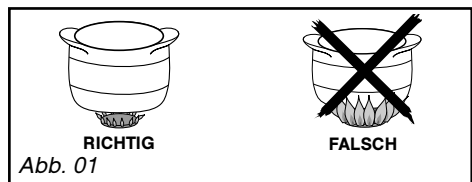

Abb. 01
– Die Flamme so einstellen, dass sie nicht über den Außenrand des Gefäßes hinausgeht (Abb. 01).